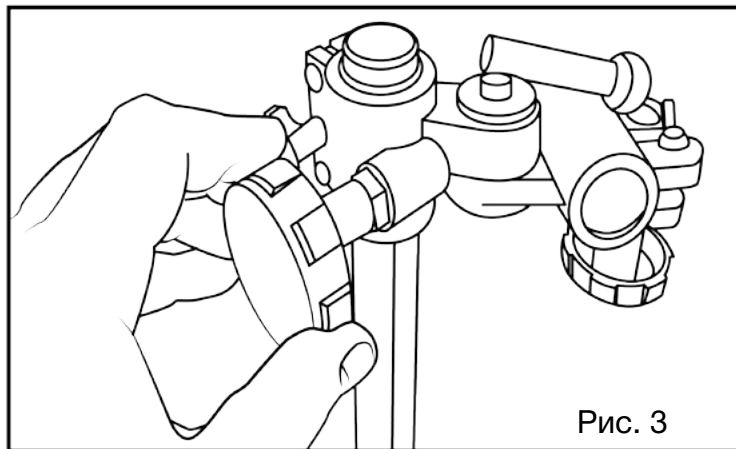

Рис. 3
5. Отрегулируйте положение узла по высоте, вращая регулятор вертикального хода (Рис.3).